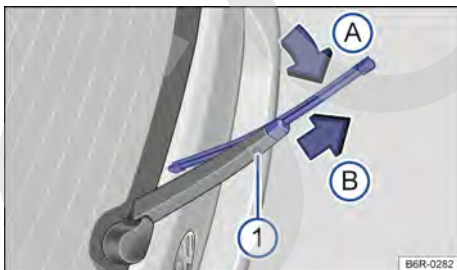

Fig. 211 Cambio de la escobilla limpiacristales de la luneta.
- Mantenga pulsada la tecla de desbloqueo → fig. 211 ①.
- Doble la escobilla en dirección al brazo del limpiacristales → fig. 211 (flecha A) y tire al mismo tiempo en el sentido de la flecha B. Es probable que tenga que emplear bastante fuerza.
- Inserte una escobilla nueva de la **misma longitud y tipo** en el brazo del limpiacristales en el sentido contrario al de la flecha → **fig. 211 (B)** hasta que encastre. Para ello la escobilla debe estar doblada → **fig. 211** (flecha **(A)**).